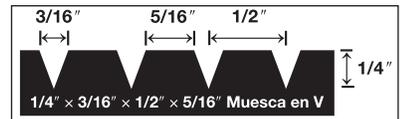

Figura 2
- Palustre de muesca en V de 3/16" x 1/4" x 5/16" (6 mm x 13 mm x 8 mm) (Figura 2)